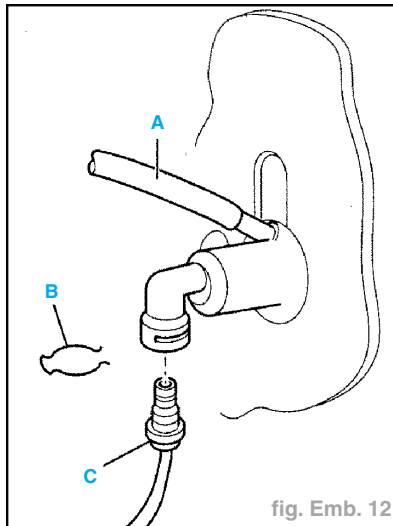

fig. Emb. 12
- Débrancher le flexible d'écoulement (A) relié au réservoir de liquide de frein et l'obturer (fig. Emb. 12).